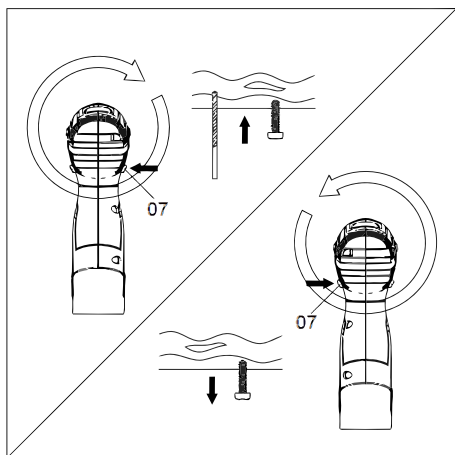
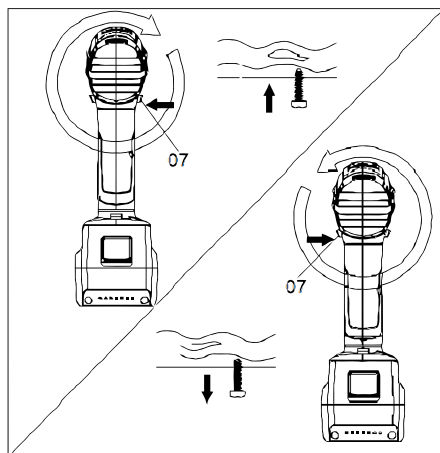

Fig. 10 – Modelo PFV 108
Fig. 11 – Modelos PFV 144 e PFV 180
Após o motor parado selecione o sentido de rotação no botão de reversão (7), conforme mostra a Fig. 10 e Fig. 11.
Logo após a finalização das tarefas, na estocagem e também nas manutenções da parafusadeira/furadeira posicione o seletor de sentido de rotação (7), Fig. 10 e Fig. 11, na posição central, desta forma o interruptor de acionamento (4) ficará travado na posição desligado o que evitará acionamentos involuntários.